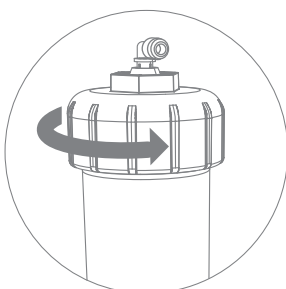
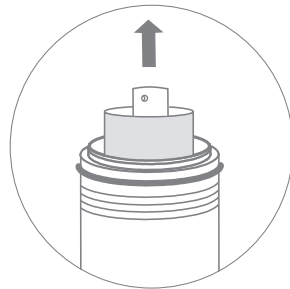

Рис. 14
Рис. 15
3. Открутите крышку корпуса мембраны (рис. 14), используя ключ из комплекта поставки. Извлеките отработанную мембрану (рис. 15).